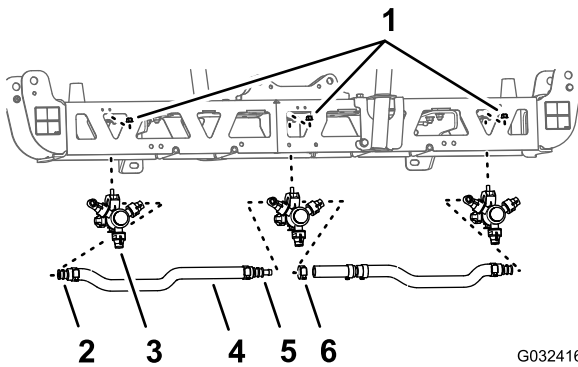
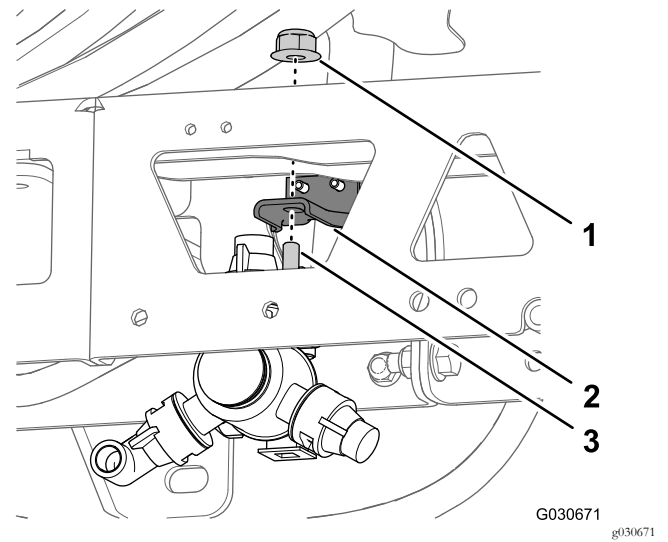

图46
图47
1. 在中间喷洒段拆下将喷嘴固定到喷嘴固定架的凸缘锁紧螺母 图46 和 图47。
3. 从中间喷洒段卸下喷嘴 图46 和 图47。
5. 从中间喷洒段上拆下软管内径 3/4 英寸、宝塔软管柄、夹具和宝塔 T 形接头 图46。